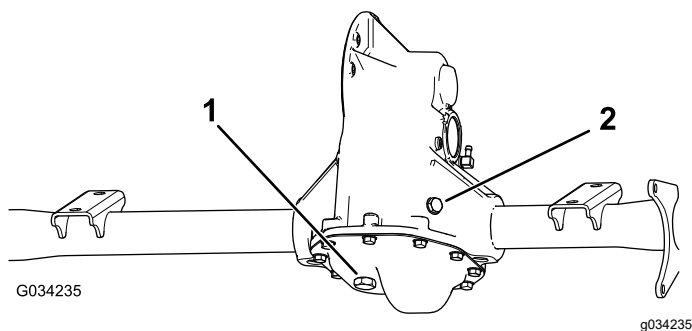

Bild 49
1. Stellen Sie eine Auffangwanne unter die Ablassschraube (Bild 49).
2. Entfernen Sie die Füllschraube und die Dichtung (Bild 49).
3. Entfernen Sie die Ablassschraube und die Dichtung und lassen das Öl vollständig ablaufen (Bild 49).